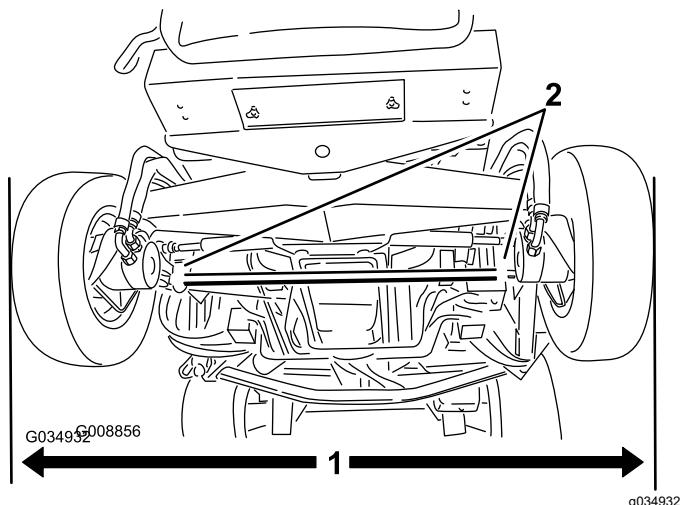

Figure 115
d'essieu) à l'avant et à l'arrière des roues directrices (Figure 115).
2. Pour régler le pincement, desserrez les fixations aux deux extrémités des bielles (Figure 115).